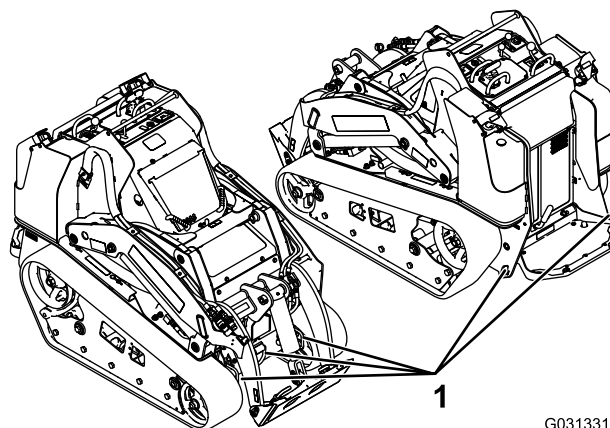

Figure 29
8. Servez-vous des points d'attache en métal de la machine pour l'arrimer solidement sur la remorque ou le véhicule de transport au moyen de sangles, chaînes, câbles ou cordes (Figure 29). Voir la réglementation locale concernant les exigences en matière d'arrimage.